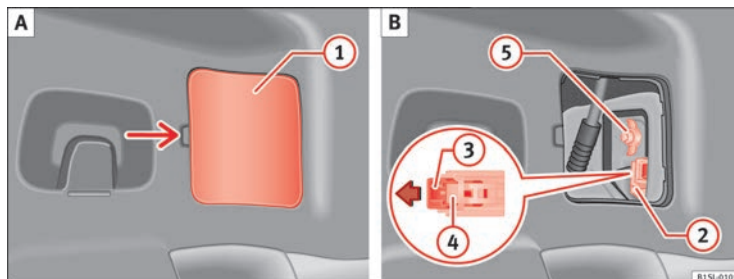

Abb. 153 Seitlich im Gepäckraum: A: Abdeckung ausbauen, B: Rückleuchte ausbauen.
3. Die Abdeckung ① vorsichtig abhebeln → Abb. 153 A. ▶
4. Verriegelung ③ am Anschlussstecker ② in Pfeilrichtung ziehen
⇒ Abb. 153 B. Dazu den Schraubendreher aus dem Bordwerkzeug zur Hilfe nehmen.
⇒ Abb. 153 B.
6. Flügelmutter ⑤ abschrauben ⇒ Abb. 153 B.
13. Mit einer Hand die Rückleuchte an der Einbauposition halten und mit der anderen die Flügelmutter ⑤ festdrehen ⇒ Abb. 153 B.
15. Anschlussstecker ② auf den Lampenhalter stecken und Verriegelung ③ entgegen der Pfeilrichtung in den Stecker drücken